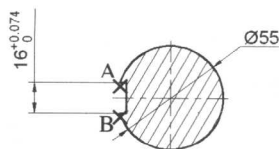

图 1.1.23 创建有公差的线性标注
(1) 选择下拉菜单 **标注(N)** → **线性(L)** 命令，分别捕捉如图 1.1.23 所示的 A、B 两点。
(2) 在命令行输入 M (即选择了多行文字选项)，按回车键。